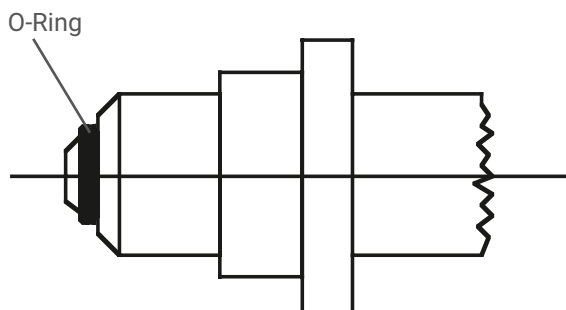

Abb. 8.10 300 bar
- 6.1.6 Vérifiez l'état et l'ajustement des filetages et des surfaces de raccordement des robinets des bouteilles et des joints (voir Fig.8.10 / 8.11). Montez les flexibles / lyres avec manuellement, sans outil (joint torique) sur le robinet de la bouteille. Avant de raccorder le flexible / la lyre, ouvrez brièvement le robinet de la bouteille une fois, puis refermez-le, pour évacuer les particules de saleté éventuellement présentes. Ne vous tenez pas devant l'orifice de sortie de la vanne (7) et veillez à ce que le gaz qui s'échappe ne présente aucun danger. Une bonne ventilation doit être assurée. Si besoin est, collecter les purges et la soupape (notamment pour les gaz inflammables, corrosifs, toxiques et irritants) et les canaliser séparément vers une zone sûre.